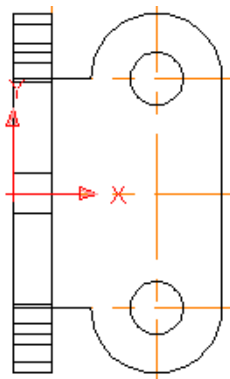

Рис. 3.24
5. Установите текущим слой «**POST**» и постройте две окружности с диаметром **8 мм** в точках пересечения осевых линий с помощью команды  **КРУГ** и объектной привязки  **Пересечение** (рис. 3.24).